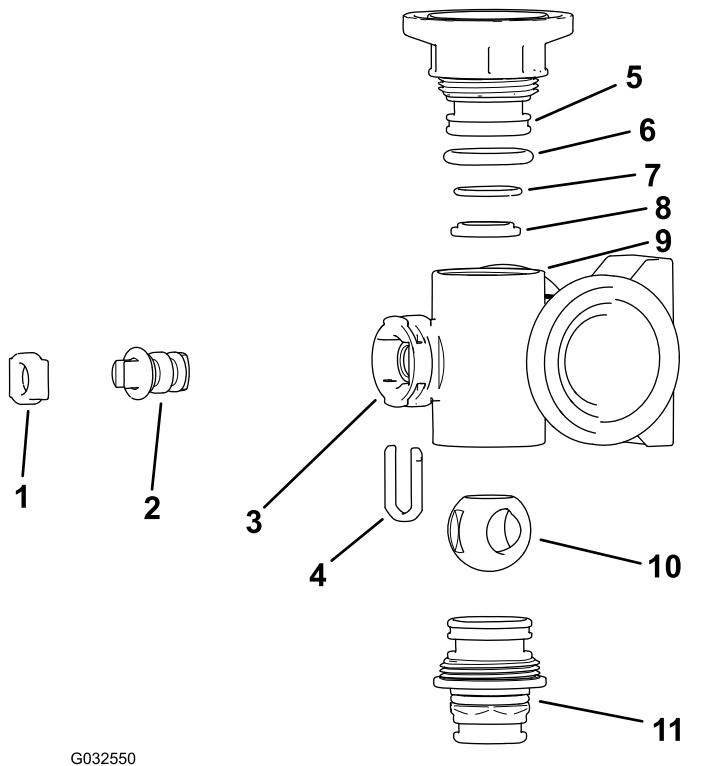
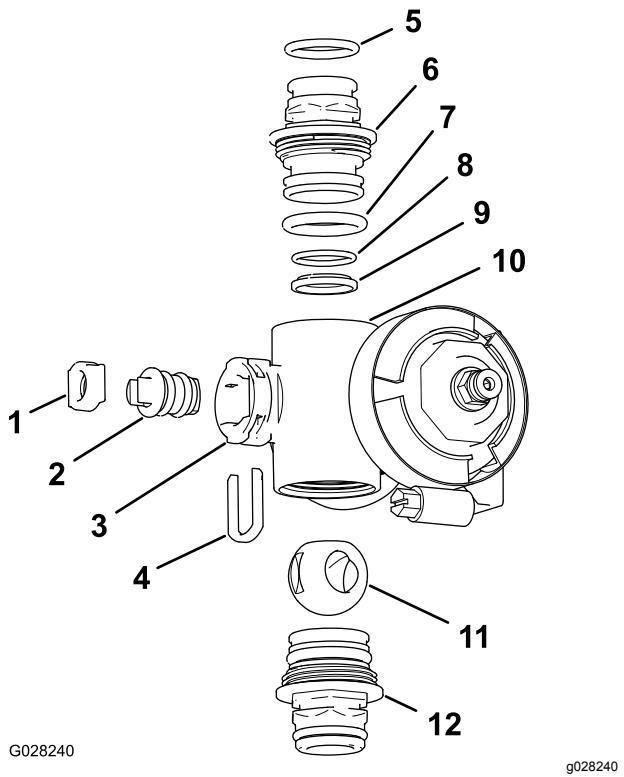

Figure 106
Figure 107
2. Déposez le raccord d'embout et le raccord rapide à chaque extrémité du corps du collecteur (Figure 106 et Figure 107).
4. Retirez l'étrier de fixation de tige situé dans les fentes de l'orifice de tige du collecteur (Figure 106 et Figure 107).
5. Déposez l'étrier de fixation et le siège de la tige du collecteur (Figure 106 et Figure 107).
6. En passant par le corps du collecteur, déposez la tige de valve (Figure 106 et Figure 107).
1. Vérifiez l'état et l'usure des joints toriques de raccord de sortie (**collecteur de vanne de section seulement**), joints toriques d'embout, joints toriques de portée arrière et siège de bille (Figure 106 et Figure 107).
2. Appliquez de la graisse sur la tige et insérez cette dernière dans son siège (Figure 106 et Figure 107).
3. Placez la tige et le siège de valve dans le collecteur et fixez-les à l'aide de l'étrier de fixation (Figure 106 et Figure 107).
4. Vérifiez que le joint torique de portée arrière et le siège de bille sont alignés et bien engagés dans le raccord d'embout (Figure 106 et Figure 107).
5. Montez le raccord d'embout sur le corps du collecteur jusqu'à ce que la bride du raccord touche le corps du collecteur, puis tournez encore le raccord d'embout de 1/8 à 1/4 de tour (Figure 106 et Figure 107).